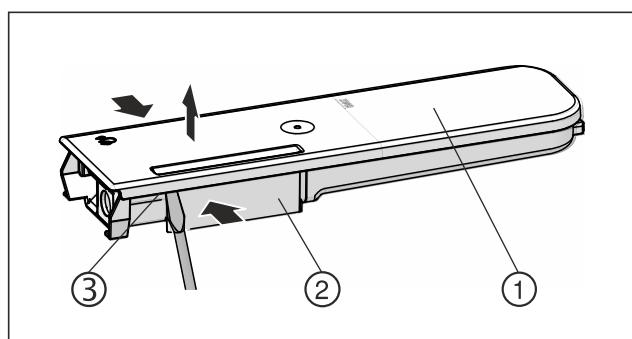

Fig. 128
- ▶ Stlačte zásobník na vodu Fig. 128 (2) a veko Fig. 128 (1) opatrne vypáčte a vytiahnite nahor cez západkové výstupky Fig. 128 (3).
- ▶ Vekom Fig. 128 (1) zlákla pohybujte sem a tam a odoberte ho smerom nahor.